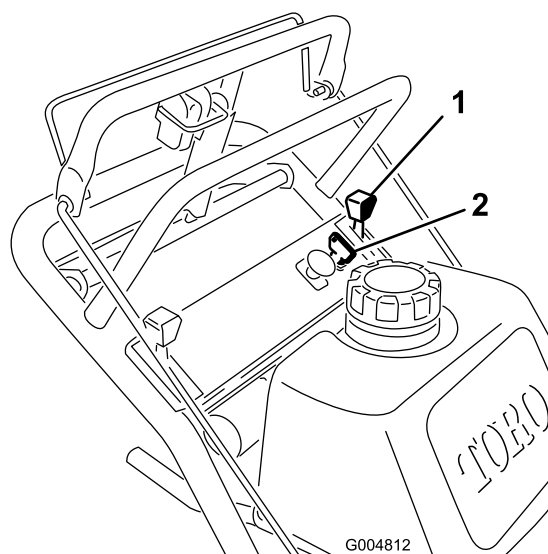

Figure 8
1. Réglez la commande d'accélérateur en position BAS RÉGIME (Figure 8).
3. Tournez la clé de contact à la position ARRÊT (Figure 8).